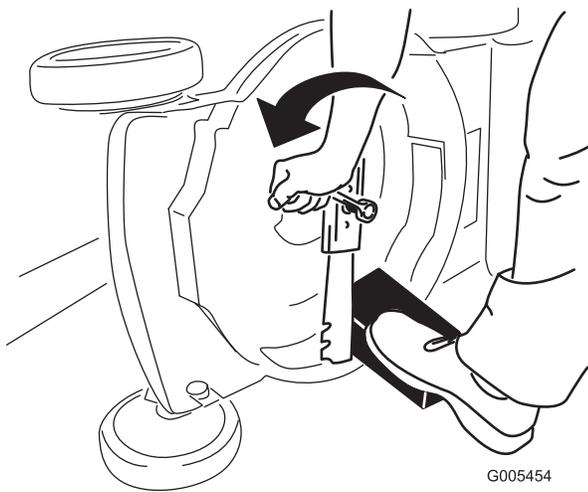

Bild 50
3. Stabilisieren Sie das Messer mit einem Holzblock (Bild 50).
4. Nehmen Sie das Messer ab und bewahren Sie alle Befestigungsschrauben auf (Bild 50).